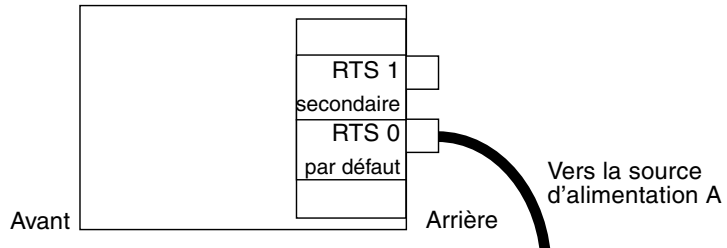

FIGURE 3-4 Configuration d'une armoire Sun Fire pour système Sun Fire E4900 : une unité RTU et une source d'alimentation en courant alternatif
- Dans une configuration avec une unité RTU et une source d'alimentation en courant alternatif, vous ne devez connecter qu'un seul câble, à l'arrière du système sur la gauche (FIGURE 3-4).